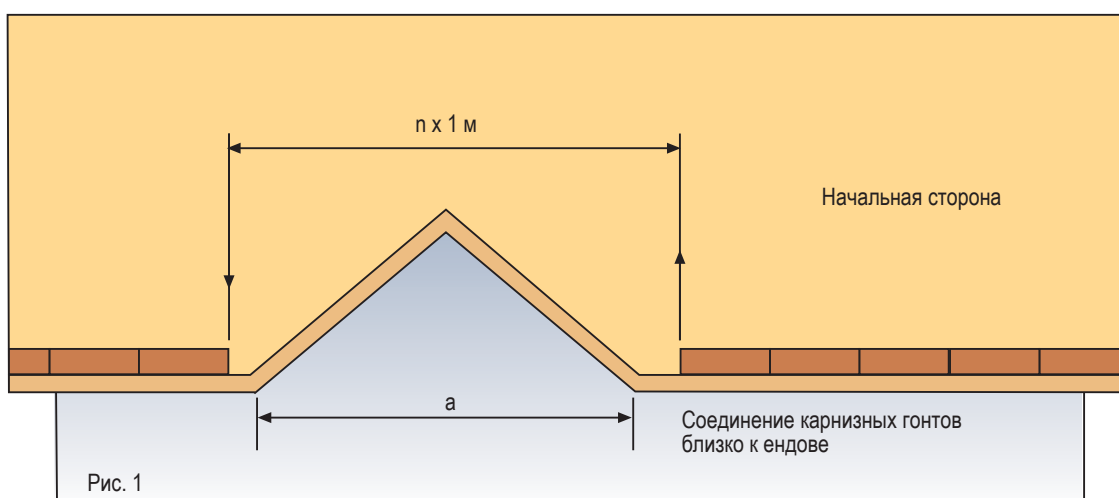

Рис. 1
- Подкладочный ковер может быть уложен параллельно или перпендикулярно обшитому досками настилу крыши (Рис. 1а и Рис. 1б). Ковер разворачивается, укладывается точно по прямой линии, устраняются любые провисания и ковер фиксируется к настилу кровельными гвоздями вдоль края, который будет перекрыт следующим ковром (скрытые концы также должны быть закреплены гвоздями).
Рис. 1а
Рис. 1б
- Чтобы вода не скапливалась позади дымохода, рекомендуется в настиле крыши создавать противонаклон в верхней части проникновения для широкого дымохода или набора воздуховодов (Рис. 1).